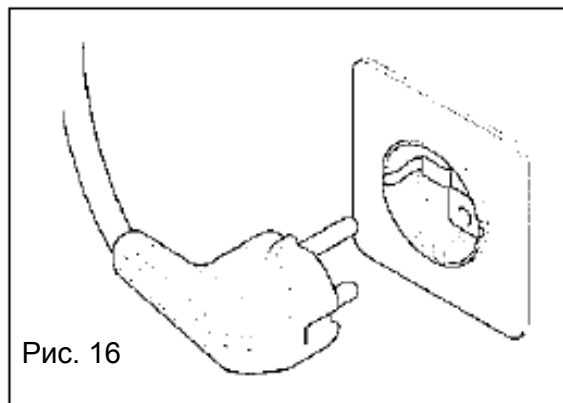

Рис. 16
- автомат оснащен шнуром питания (рис. 16)